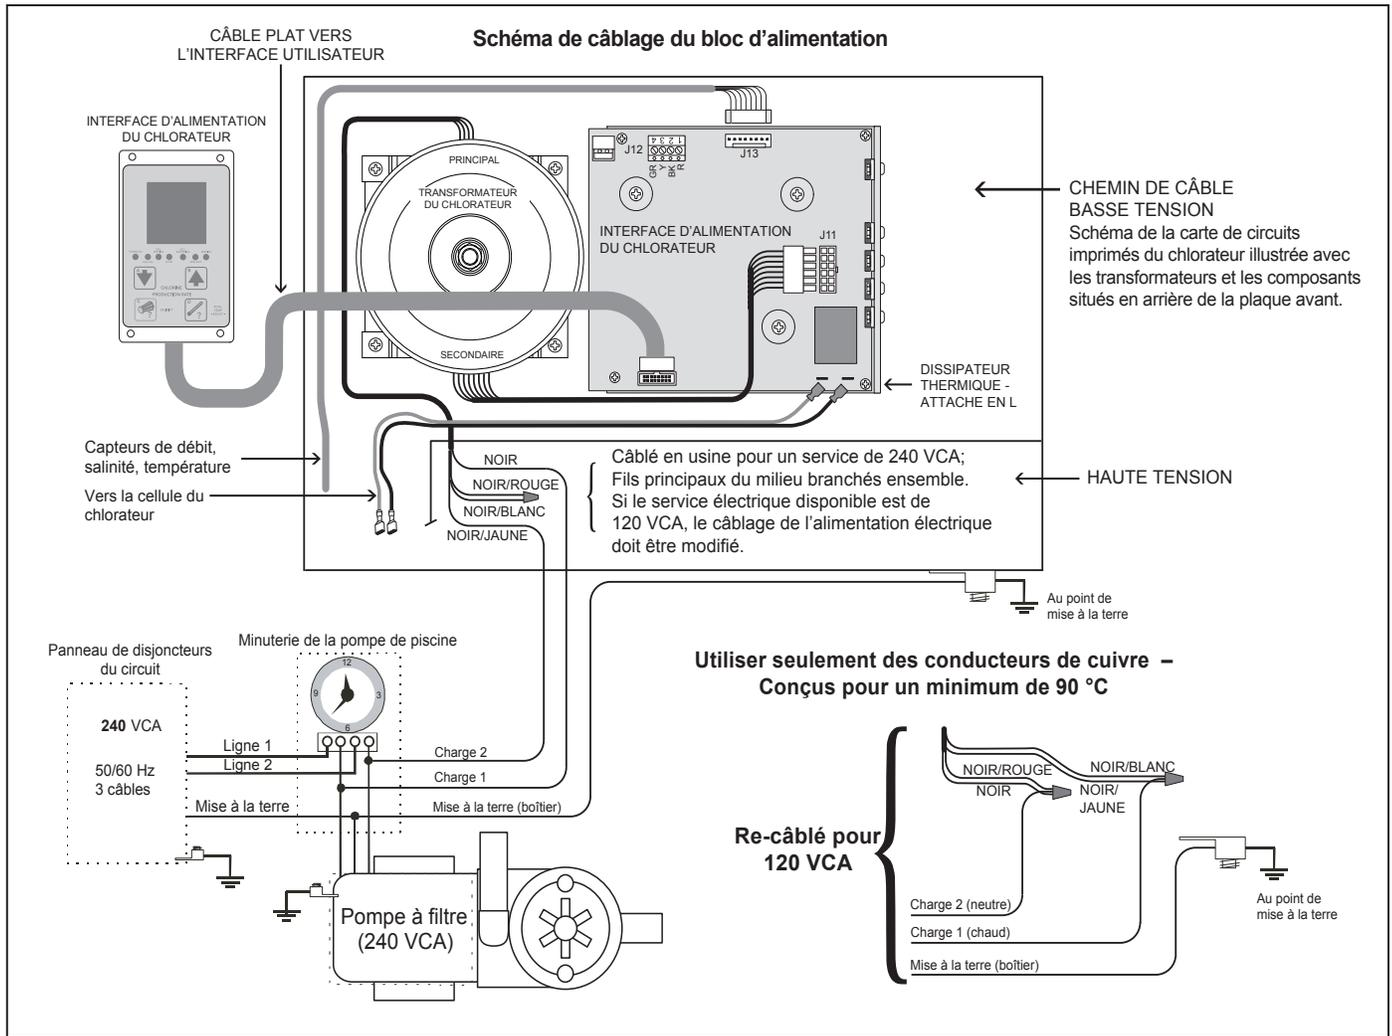

Figure 2. Schéma de câblage pour le système AquaPure®
Les composants électroniques du chlorateur sont câblés en usine pour un service de 230 VCA. Si un service électrique de 120 VCA est disponible, le câblage de l'alimentation électrique doit être changé pour fonctionner à 120 VCA, tel qu'indiqué dans la Figure 2.
- Vérifier la tension de la source d'alimentation. (Toutes les unités sont câblées dans notre usine pour du courant 240 VCA). **Pour faire fonctionner l'unité sur du courant 120 VCA, il faut modifier le câblage interne monté en usine du centre d'alimentation. (Voir Figure 2).**
7. Installer le réducteur de tension fournit avec la cellule d'électrolyse dans l'entrée défonçable de basse tension. Faire passer l'extrémité de connexion du câble du capteur de débit/température/salinité par le raccord de décharge du câble d'alimentation en courant continu. **S'assurer que le connecteur est propre et sec**, puis brancher le câble au connecteur de la carte de circuits imprimés du centre de contrôle tel qu'illustré dans la Figure 2. (**Ne pas trop tirer le câble du capteur de débit/température/salinité; laisser un peu de jeu.**)
9. Connecter le câble de courant continu au bloc d'alimentation. Faites passer le câble de courant continu par le même raccord de décharge que le capteur de débit/température/salinité. Brancher le câble de courant continu aux deux (2) connecteurs à cosse du câblage électrique situés sur le chemin de câbles de basse tension du centre de contrôle, Voir Figure 2. Le câblage électrique établit une connexion entre la cellule et la carte de circuits imprimés de l'interface d'alimentation.
12. Connecter une extrémité du câble plat en arrière de l'interface utilisateur et l'autre extrémité au connecteur J1 situé sur la carte de circuits imprimés de l'interface de l'alimentation (Voir Figure 2).
2. Débrancher le câble de courant continu de la cellule existante. Déconnecter le fil de courant continu du câblage électrique tel qu'illustré dans la Figure 2. Desserrer le raccord de décharge qui renferme aussi le câble du capteur de débit/température/salinité. Tirez le câble de courant continu à travers le raccord de décharge.
9. Connecter le câble de courant continu au centre de contrôle. Faites passer le câble de courant continu par le même raccord de décharge que le capteur de débit/température/salinité. Brancher le câble de courant continu aux deux (2) connecteurs à cosse du câblage électrique tel qu'illustré dans la Figure 2.